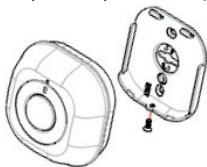

FIGURA 2
- Togliere le viti dal bordo inferiore del sensore per staccare il coperchio posteriore (figura 2).